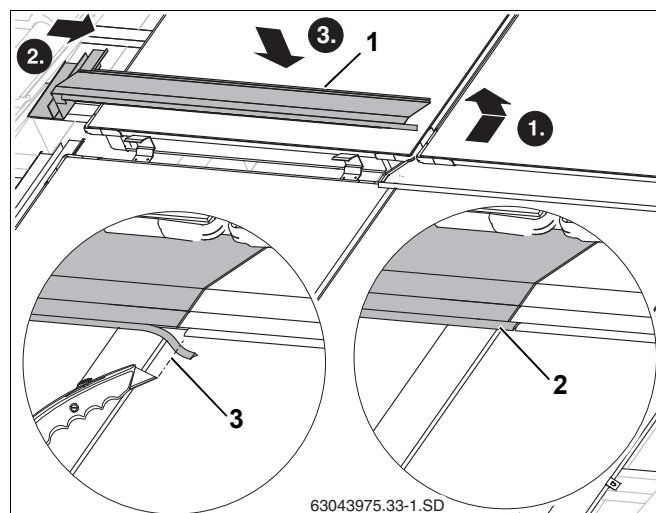

Рис. 54 Укладка левого среднего накладного листа
- ▶ Отогнутый край левого накладного листа (рис. 54, поз. 1) уложите так же, как и для правого листа в раму коллектора.
- ▶ Укоротите резиновый язычок настолько (рис. 54, поз. 3), чтобы он уперся в резиновый язычок правого накладного листа.
- ▶ Вставьте резиновый язычок левого накладного листа в фальц правого накладного листа (рис. 54, поз. 2).